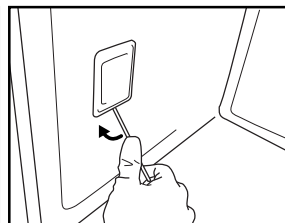

Fig. 9
3. A l'aide d'un tournevis à tête plate que vous utiliserez pour faire levier vers l'extérieur, dégagez le capot de l'ampoule (Fig. 9).